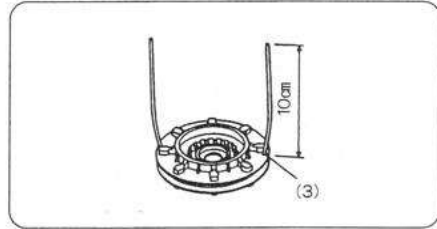

図6
④ナイロンコードは上下のリール溝に並列に巻き込み、ナイロンコードの先端を約10cm残してナイロンコードリール側板のコードを引っ掛け溝(3)に止めます。(図6)